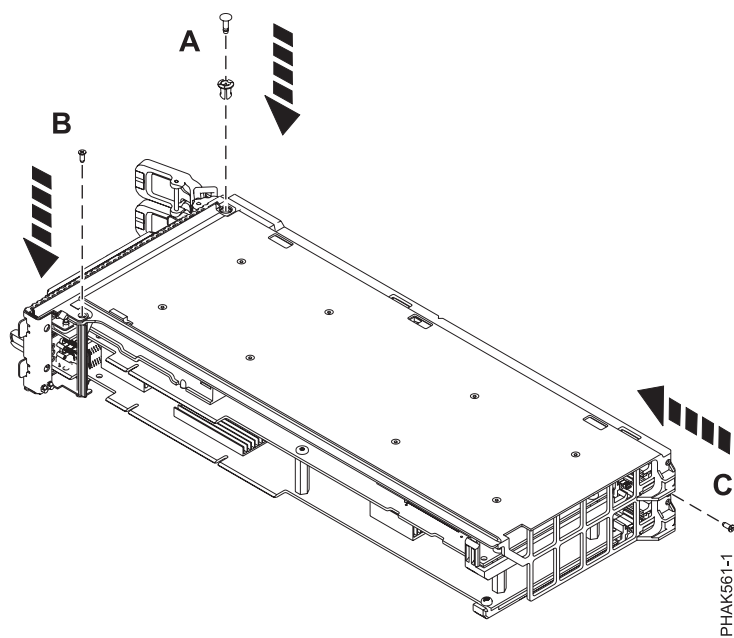

Figure 62. Fixation de la goupille poussoir et des vis
9. Fixez la goupille poussoir (A) à la partie supérieure du bloc-cassette par la contre-poupée et enfoncez-la. Voir figure 62, à la page 80.
10. Fixez la petite vis Phillips (B) au bas de la contre-poupée. Voir figure 62, à la page 80.
11. Fixez la petite vis Phillips (C) à l'arrière du bloc-cassette. Voir figure 62.